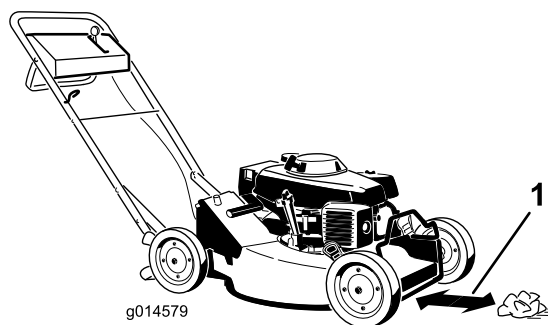

Figure 18
6. Placez une boule de papier journal à 12,7 cm (5") devant la tondeuse (Figure 18).
- A. Placez une boule de papier journal à 12,7 cm (5") devant la tondeuse (Figure 18).